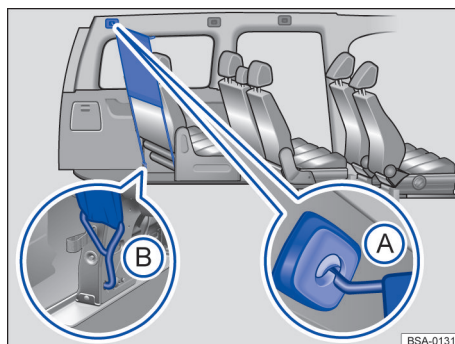

Fig. 152 Peretele despărțitor din plasă montat în spatele celui de-al treilea rând de scaune.
1. Agățați peretele despărțitor din plasă în suportul *din stânga spate*, pe plafon → **fig. 152 A**. Asigurați-vă ca bara transversală să fie trasă în jos, peste poziția superioară.
3. Agățați peretele despărțitor din plasă în fixarea scaunului → **fig. 152 B**.